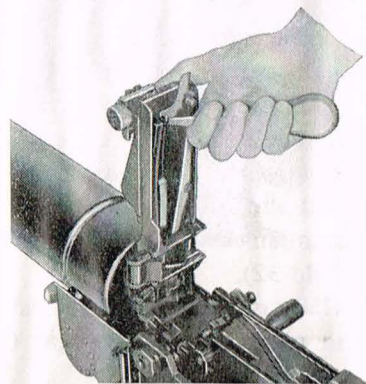

Bild 33. Spärreplåten tas bort
2. Skjut med skruvmejsel spärreplåten uppåt, så att patronförarfjäders fjädern blir fri (bild 33).